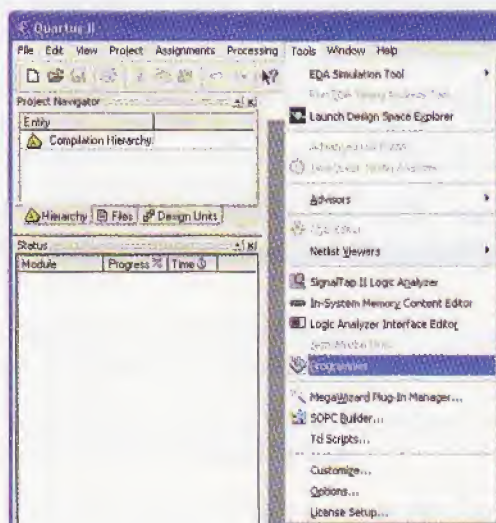

Fig.35 Dopo aver collegato il programmatore al computer e alla scheda di test, per programmare il dispositivo CPLD scegliete Programmer dal menu Tools.
4) cliccate su **Tools** e nel menu che si apre scegliere **Programmer** (vedi fig.35);